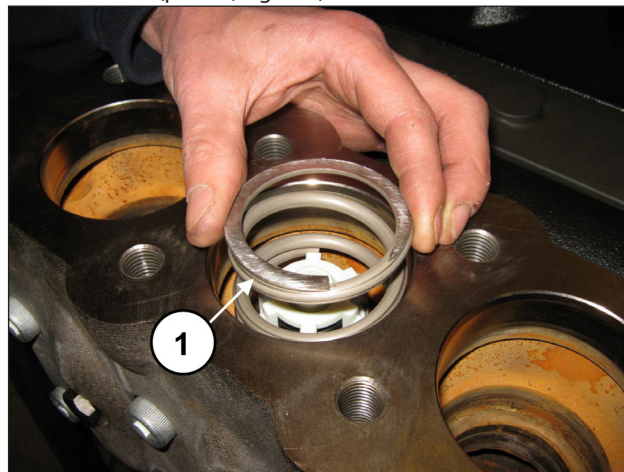

Fig. 103
Sfilare la molla (pos. ①, Fig. 103).